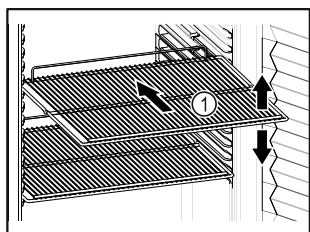

Fig. 63 Representación a modo de ejemplo
- ❑ Si los estantes de rejilla Fig. 63 (1) se pueden colocar en distintas posiciones, ajustarlos en altura.